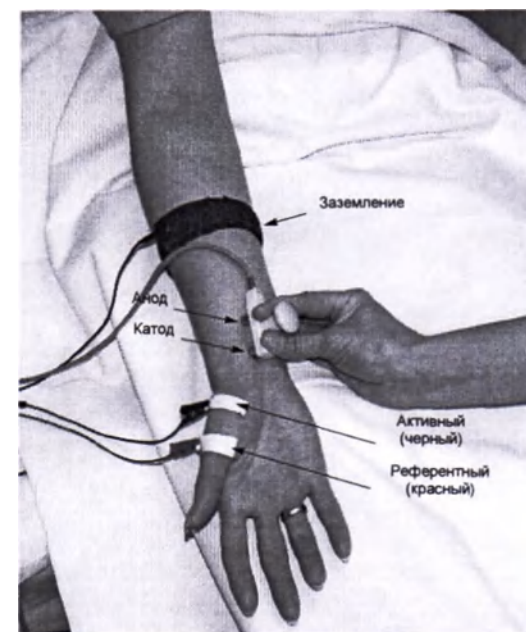

рис. 8 Проведение дистальной стимуляции
- Первая точка стимуляции находится на уровне запястья. Стимулирующий электрод накладывают катодом более дистально (рис. 8).